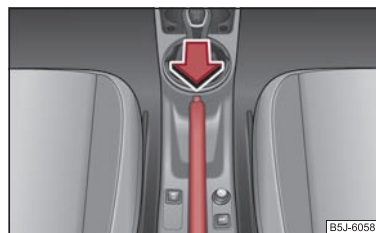

Fig. 96 Console centrale: Frein à main
- Tirez un peu le levier du frein à main vers le haut et enfoncez **simultanément** le bouton de verrouillage ⇒ fig. 96.